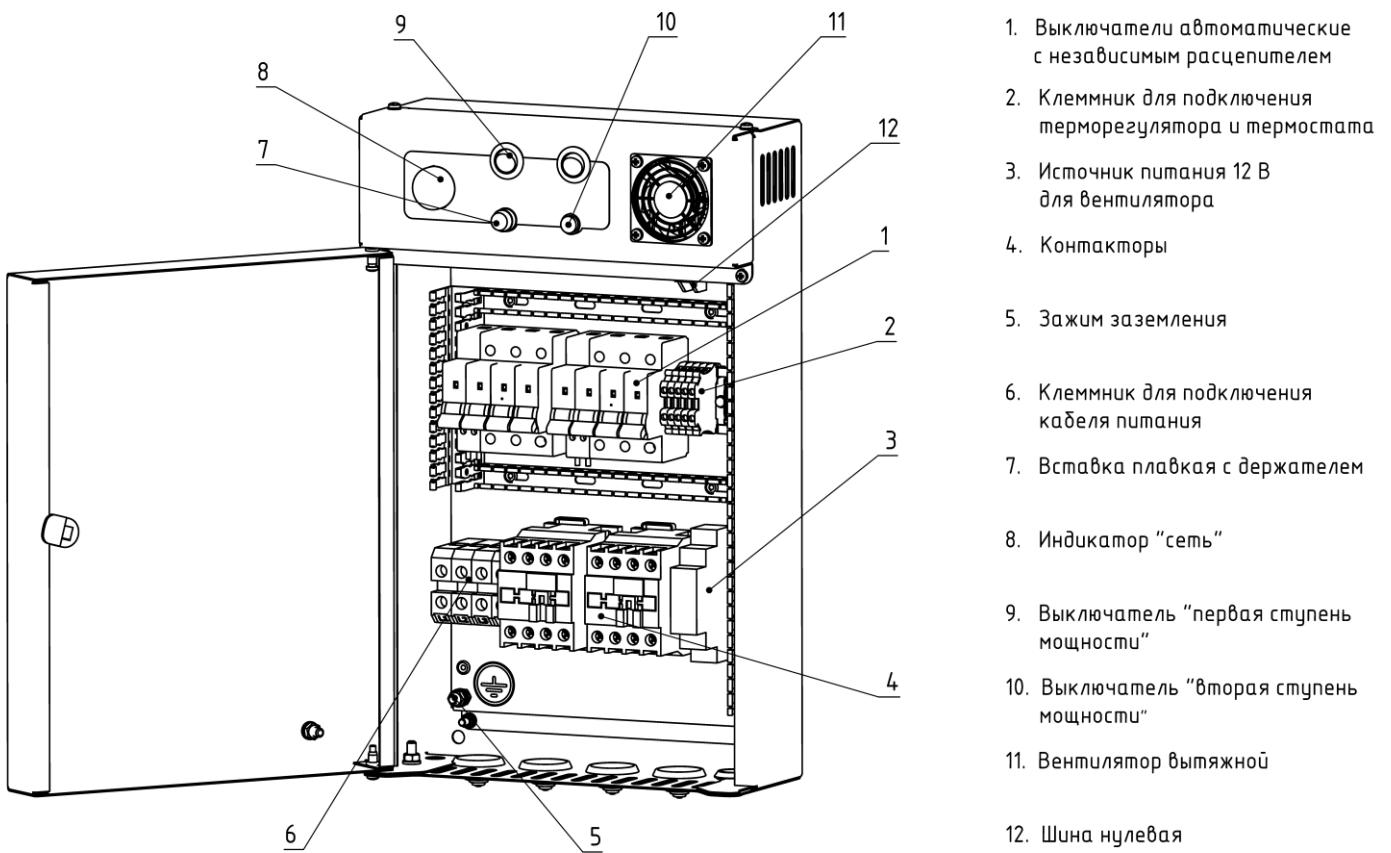

Рис. 2. Панель шкафа управления (опция) 5 – 40 кВт.
- 4.9. Состояние работы прибора отражается световыми индикаторами на панели шкафа управления (опция). (Рис. 2)